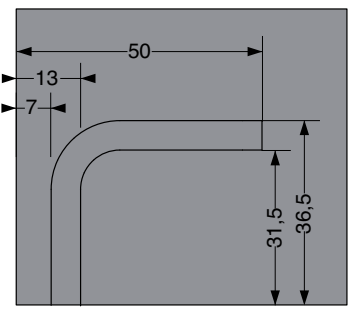

Fig.1
5. В качестве уплотнения, вставить четыре полиэтиленовых элемента в балки шасси. См. рисунок 1.